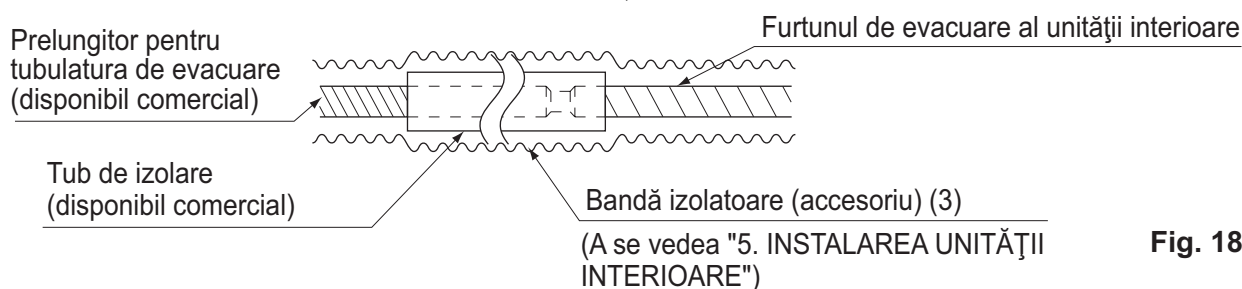

Fig. 18
- Când prelungiți furtunul de evacuare, utilizați un furtun prelungitor disponibil în comerț, și aveți grijă să izolați porțiunea de prelungitor care este în unitățile interioare. (Consultați Fig. 18)